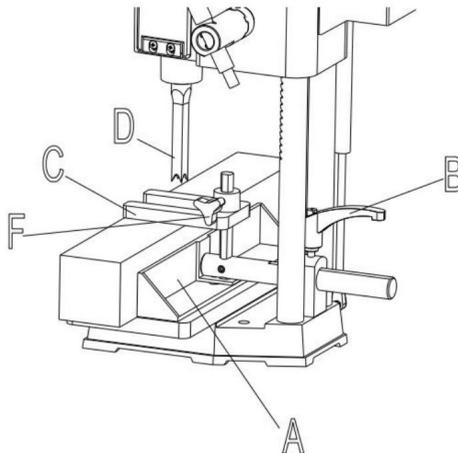

Fig. 10
La clôture (A) Fig10, peut être déplacée vers l'intérieur ou vers l'extérieur en desserrant le levier (B), en faisant glisser la clôture à la position souhaitée et en serrant le levier (B). REMARQUE : Le levier (B) est à ressort et peut être repositionné en tirant sur le levier et en le repositionnant sur le écrou dentelé situé sous le levier.